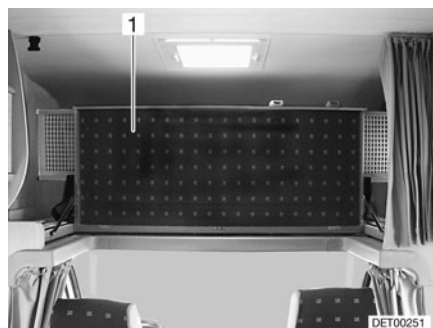

Fig. 96 Lit de capucine, rabattu vers le haut
■ Rabattre vers le haut le lit de capucine (Fig. 96,1). Le lit de capucine est maintenu en position verticale par des ressorts à pression de gaz.